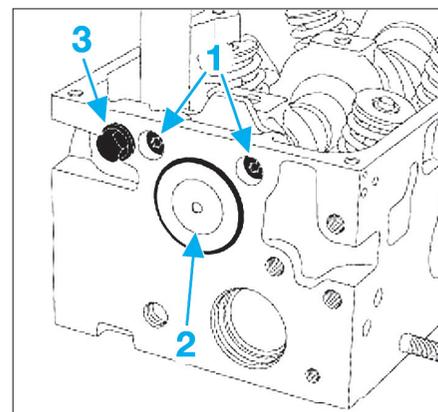
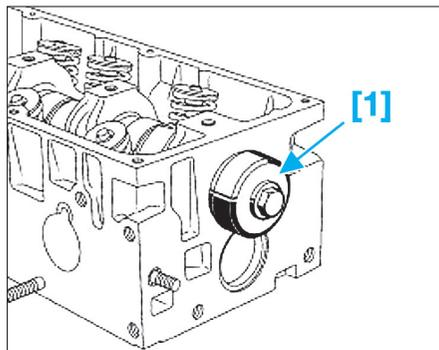

Fig. 50
Fig. 51
- [1]. Outil de remontage du joint à lèvres côté roue dentée de distribution (Ref Renault : Mot. 1127-01) (Fig.51).
- les vis de la bride d'arbre à cames (1) (Fig.50),
- Percer le bouchon d'étanchéité (2) de l'arbre à cames puis le retirer.
- Serrer les vis (1) de la bride d'arbre à cames au couple prescrit (Fig.50).
- la vis (3) avec une goutte de frein-filet étanche,
- un bouchon d'étanchéité neuf (2),
- un joint neuf de sortie d'arbre à cames (par exemple à l'aide de l'outil [1]) (Fig.51).